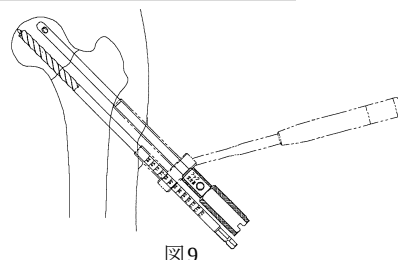

図 9
- 9) フックの突出向きを前面へ向け、インプラントを挿入します。外側皮質から後端が 5mm 程突出する位置が適位置です。(図 9) アウターガイドのフック突出面にハンドルを接続することで、フック突出面が容易に識別できます。パラレルガイド又はドリルスリーブを介してインプラントを挿入することもできます。挿入するとき、ハンマー等で打撃しないで下さい。